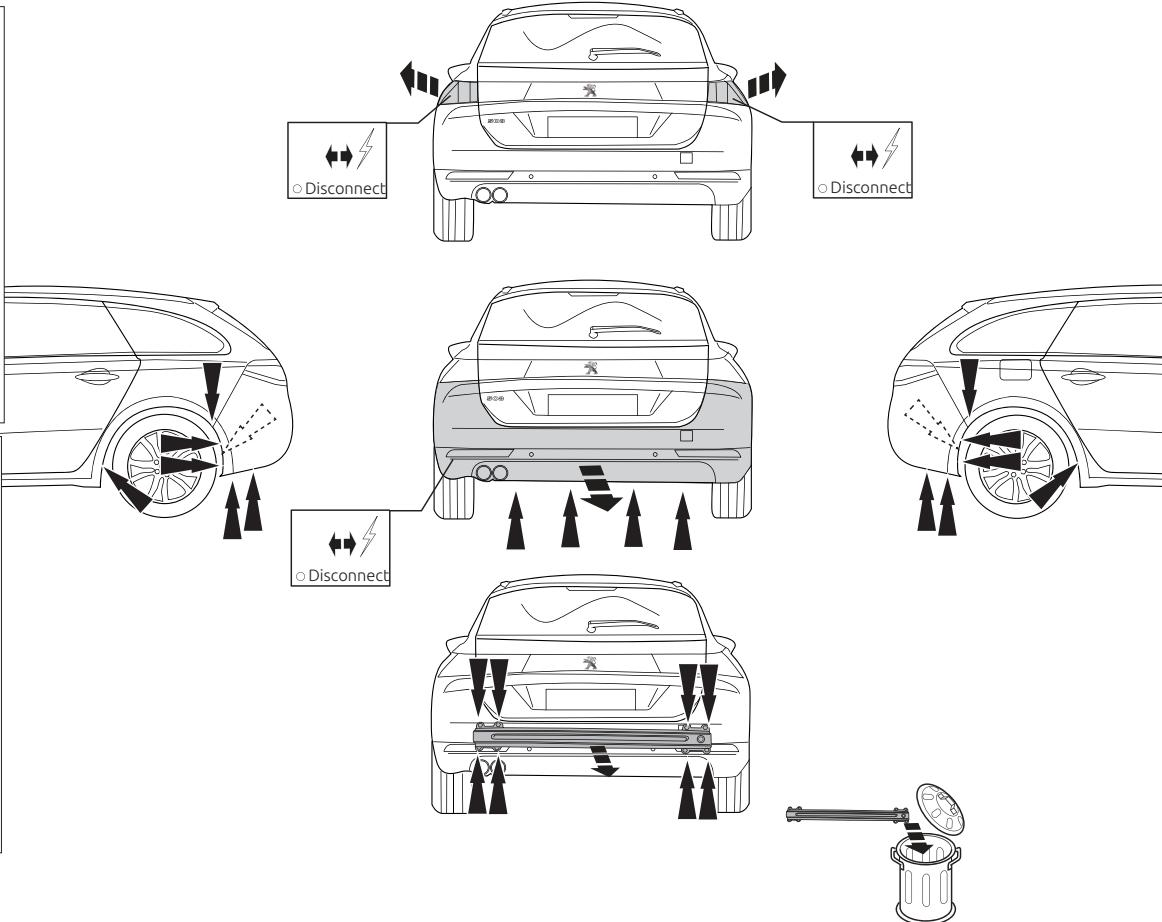

Fig. 1
- Снять оба блока задних фар. Снять бампер вместе со буферным бруском автомобиля. Буферный брус больше не понадобится. См. рисунок 1.
- Герметизировать обозначенные части (см. рис. 1)